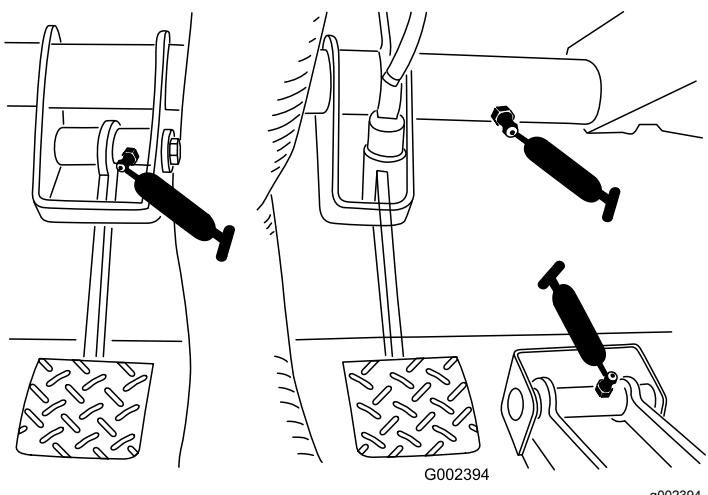

Figure 31
- **Embrayage (1)** ; voir Figure 31
- **Accélérateur (1)** ; voir Figure 31
- **Frein (1)** ; voir Figure 31